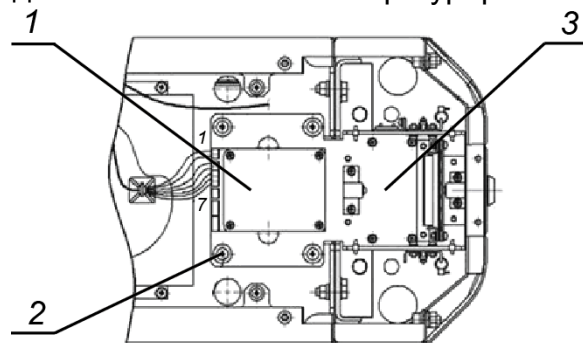

Рисунок 14. Механизм картоприемника
Для переустановки механизма картоприемника (3, рис. 14) необходимо выполнить следующие действия (номера позиций даны в соответствии с рис. 2), если не указано отдельно):
8. Демонтируйте механизм картоприемника (3, рис. 14) – крепится четырьмя винтами М5×20 (2, рис. 14) – и установите его на противоположную сторону, закрепив на основании этими же винтами.